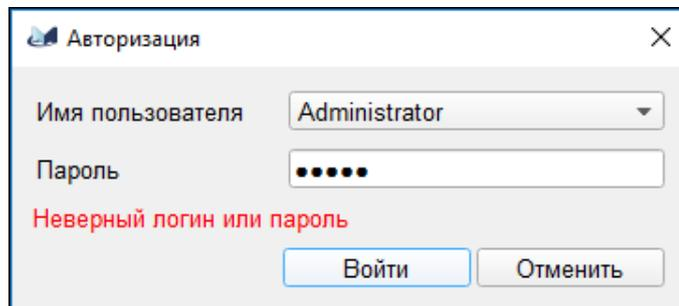

Рис. 2
3.2.2.3. При вводе неверных данных авторизации будет отображено предупреждение об ошибке авторизации (рис. 2).